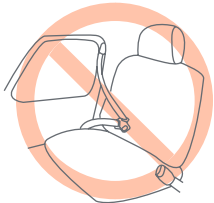

Fig. 15-3
- **NO** use un cinturón de seguridad que esté conectado a la puerta de ninguna manera. Estos tipos de cinturones de seguridad están diseñados para rodear automáticamente al ocupante cuando se cierra la puerta. Este tipo de sistema de cinturones de seguridad **NO** restringirá apropiadamente la sillita de seguridad. (Fig. 15-3).